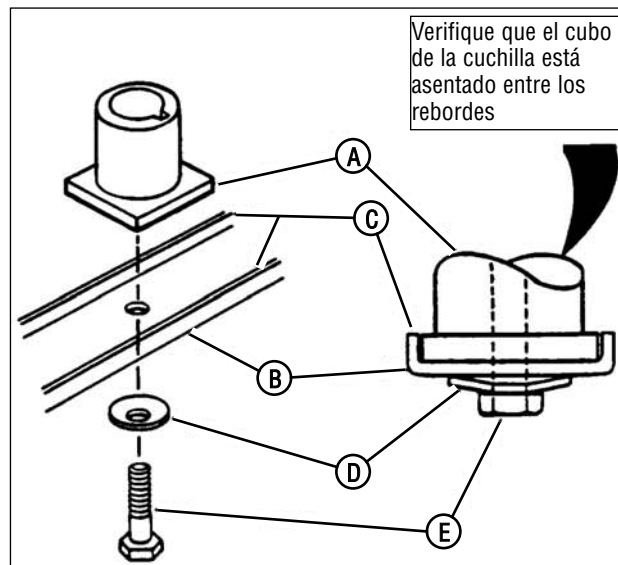

Figura 16: Desmontaje de la cuchilla del cortacésped
6. Reinstale la cuchilla (B, Figura 16). Observe el orden correcto de ensamblaje:
- (A) Cubo de la cuchilla
- (B) Cuchilla
- (C) Reborde de la cuchilla (dirigida hacia arriba)
- (D) Arandela cónica (el lado cóncavo hacia arriba)
- (E) Tornillo de cabeza hexagonal